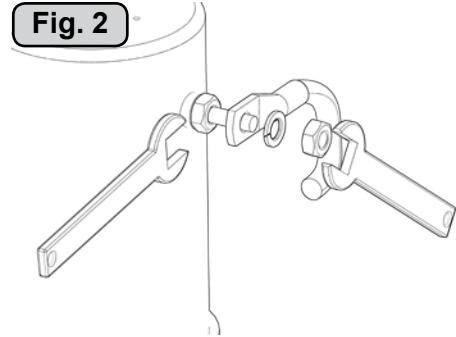

Fig. 2
- Terminals must be properly tightened. Secure/hold inner nut when tightening (Fig. 2). Tighten with max: 15 Nm/11lb/ft. The negative/minus cable (*A) connects to the A1 (-) terminal. The positive/plus cable (*B) connects to the "+" terminal.
- Det er viktig å bruke kabler som er store nok, og et batteri med god kaldstartkapasitet for å drive thrusteren. Det er spenningen(V) som kommer frem til motoren under kjøring som bestemmer turtallet til motoren og dermed også skyvekraften. Vær vennlig og jamfør listen over for minimum anbefalte kabel, og batteristørrelse.
- Det er viktig at kabelsko trekkes korrekt fast på koblingsbolt. Kontra mutter på koblingsbolt må holdes fast ved tiltrekking (Fig. 2). Minus kabelen ("A") tilkobles A1 (-) terminalen.